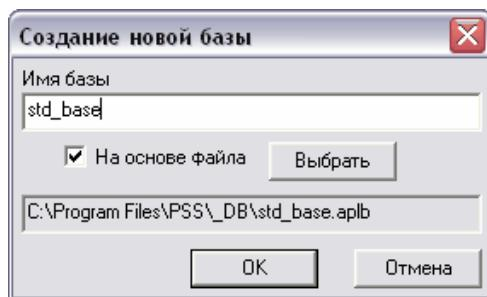

Рис. 5. Присоединение имеющейся БД
4. В данном окне введите имя новой базы. Название БД должно быть уникальным среди имен других БД на данном компьютере. Если вы хотите присоединить имеющуюся БД, то установите флажок **На основе файла**, затем нажмите на кнопку **Выбрать**. При нажатии на кнопку открывается стандартный диалог выбора файла, где требуется выбрать соответствующий файл БД с расширением «aplb». Путь к выбранному файлу отображается в нижнем поле диалога (Рис. 5).